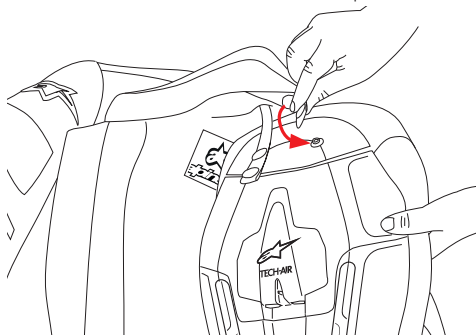

Abbildung 6
1. Bringen Sie die Airbag -Weste an den kleineren zentralen Hinterhaken an (1).
2. Verbinden Sie die zwei Verbinder mit dem Hinterprotector der Airbag -Weste. (2). Im ersten Fall montieren Sie den Protector an den oberen Knöpfen (Abb. 6).
- Installieren Sie die Airbag Weste an den zwei unteren Knöpfen (Schritt 2 Installation der Airbag Weste – Siehe Abbildung 6)